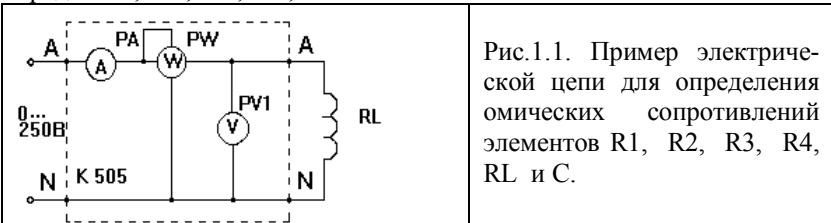

Рис. 1.1. Схема для измерения сопротивления по показаниям амперметра, вольтметра и ваттметра
2. Ознакомиться с устройством стенда и измерительных приборов. На рис. 1.1 представлена электрическая схема комплекта K505, подключенного для измерения сопротивления катушки индуктивности.
3. Собрать на стенде схему по примеру схемы на рис. 1.1, подключая поочередно R1, R2, R3, R4, RL и C.